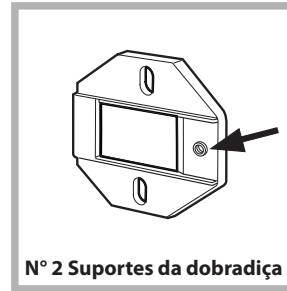

Fig. 1
- Instalar os suportes charneira na face posicionando o furo indicado pela seta na *fig. 1* para o interior da face, interalinhar uma arruela de afastamento (*fig. 4/B*) usando parafusos do tipo **C**.